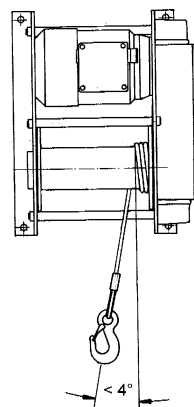
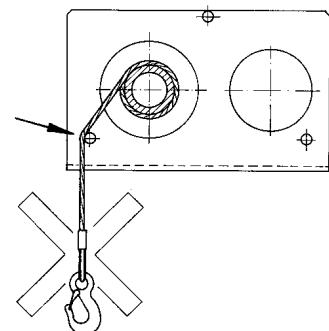

Abb. 7
Abb. 8
- Die Einbaulage ist beliebig, die Trommel muß jedoch immer waagrecht liegen. Die zulässigen Seilabgangswinkel sind Seite 2 -Seilabläufe- zu entnehmen. Das Seil muß in einem ausreichenden Abstand von scharfen Kanten wie z.B. Rahmen, Mauer etc. verlaufen. Eine evtl. vorhandene Umlenkrolle muß so positioniert werden, daß die seitliche Ablenkung des Seiles nicht größer als 4° , möglichst kleiner als $1,5^{\circ}$ ist (siehe Abb. 7 und Abb. 8).